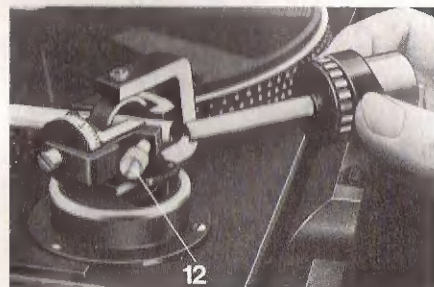

Fig. 3
Nehmen Sie bitte das Tonarm-Balancegewicht aus dem Styroporeinsatz und stecken Sie den Dorn des Balancegewichtes, nach Lösen der Feststellschraube (12), in die dafür vorgesehene Öffnung am hinteren Ende des Tonarmes. Die dreikantförmige Aussparung am Dorn muß dabei nach unten zeigen (Fig. 3). Das Ausbalancieren sowie das jetzt erforderliche Einstellen von Auflagekraft und Antiskating ist ausführlich beschrieben auf den Seiten 20 und 22.
Retirer le contrepoids du bras de l'emballage de styropor, et introduisez la tige du contrepoids, après avoir desserré la vis de blocage (12), dans l'ouverture prévue à cet effet à l'extrémité arrière du bras de lecture. L'encoche triangulaire de la tige doit alors être tournée vers le bas (Fig. 3).
Next place platter directly on the motor. Take the tonearm counterbalance out of its styrofoam insert. Loosen the setscrew (12) at the rear of the tonearm, and insert the shaft of the counterbalance in the opening provided for this purpose. The triangular-shaped notch of the shaft must point in downward direction (Fig. 3).